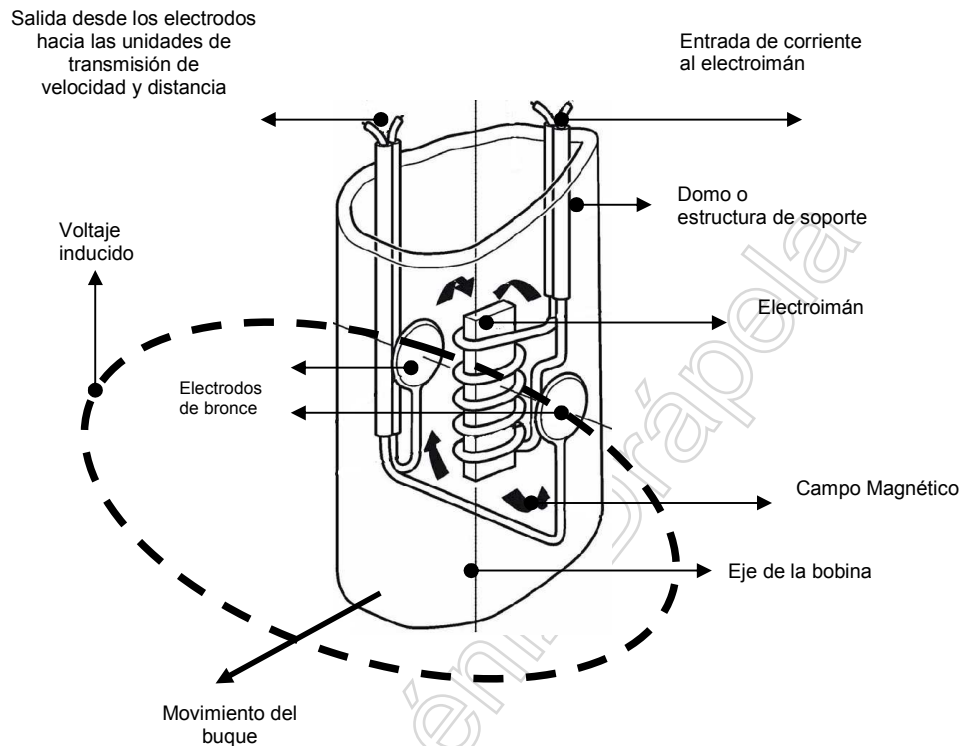
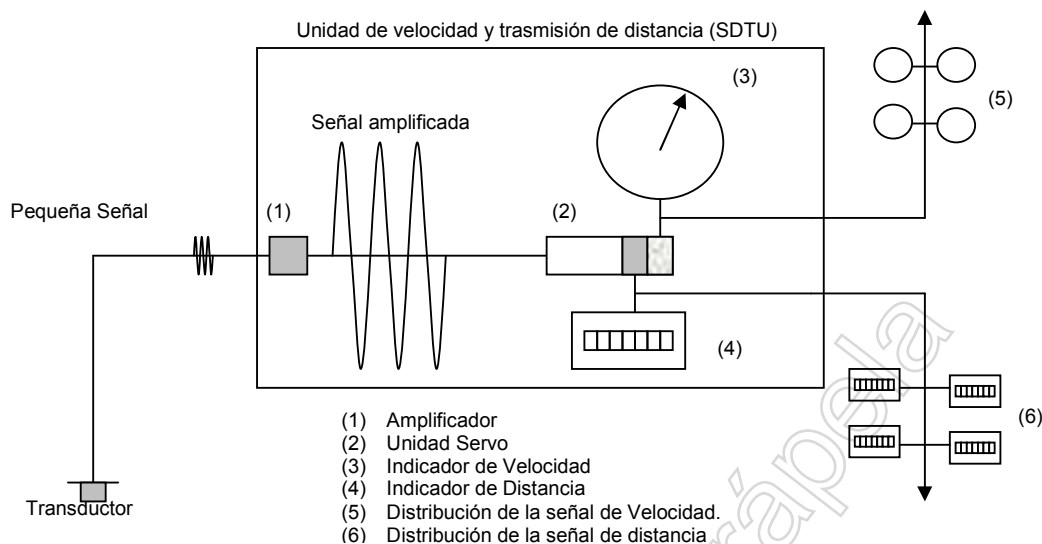
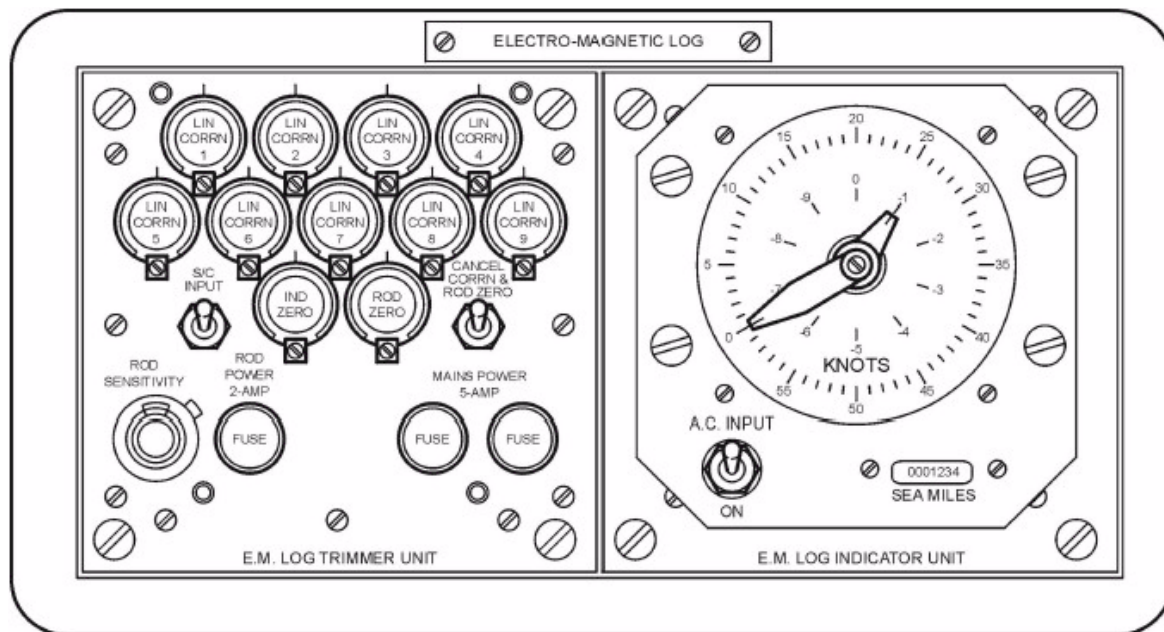

Fig. 1. Sensor de la corredera electromagnética
Fig. 2. Diagrama general del ecosonda.
Fig. 3. Unidad de transmisión de velocidad y distancia (SDTU)
Este arreglo es montado en el casco de la nave en un bulbo, ver Fig. 1, o como una espada retráctil.
Un sensor fijo (Ver Fig. 1), sobresale algunos centímetros del casco. El voltaje generado en los electrodos es transmitido a la Unidad de Velocidad y la Unidad de Transmisor de Distancia (SDTU), (ver Fig. 3), para ser convertido en velocidad y distancia. Este voltaje generado es aproximadamente 400 microvoltios ($400 \mu V$) por nudo. Un diagrama de bloque de un sistema típico se muestra (ver Fig. 2) la interconexión del sensor, el SDTU, las Unidades de Nueva transmisión (RTUs) e indicadores de distancia.
- a.- **La unidad de Velocidad y Transmisión de Distancia (SDTU).** Un pequeño voltaje generado en el sensor es preamplificado y alimenta a una unidad servo de velocidad, que transforma a una representación de velocidad de la nave, mostrada en un indicador análogo o digital, ver Fig. 2. Esta indicación de la velocidad de la nave varía según la corredera (1 a 30 nudos, o 2 a 60 nudos). La unidad proporciona la corriente para estimular el electroimán en el sensor de casco, y también produce varias señales de corrección requeridas en los amplificadores de velocidad de modo que la velocidad del buque por el agua pueda ser mostrada en muchos indicadores.
Dentro del RTU hay un disco graduado en nudos. Este disco puede ser leído desde el exterior del RTU, por una ventana de cristal, ver Fig. 3. El potenciómetro de distancia genera un voltaje proporcional a la velocidad del buque para alimentar el servo de distancia. Se producen una serie de pulsos de 24 voltios, para representar la distancia navegada, en los rangos de 100, 200 y 400 pulsos por milla. Un registro numérico ubicado en las cercanías de la indicación de velocidad, muestra la distancia navegada, hasta 99.999.99.